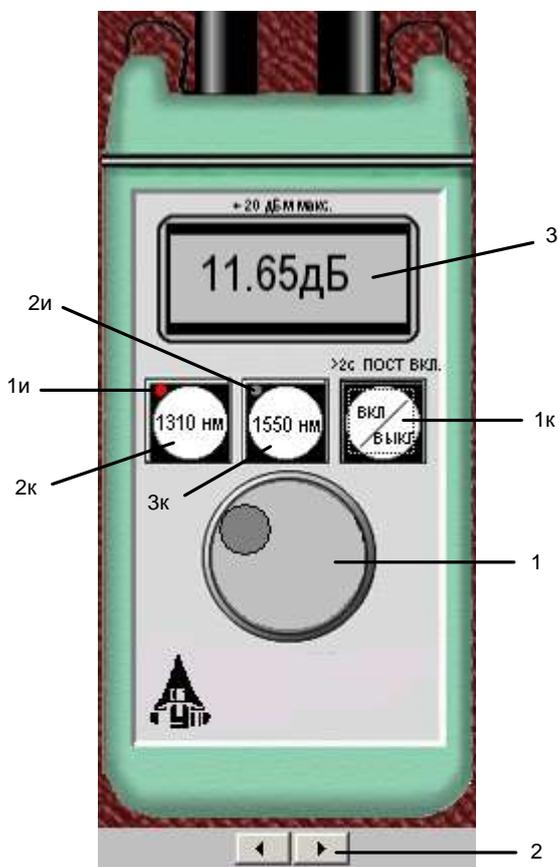

Рис. 2. Внешний вид и органы управления оптического аттенюатора
ОА (рис. 2) предназначен для внесения в волоконно-оптический тракт на данной длине волны известного регулируемого затухания от  $a = 3$  до 60 дБ с разрешающей способностью  $\Delta a = 0.05$  дБ. Воспроизводимость установленной величины затухания  $\pm 0.1$  дБ. Максимальный входной уровень ОА при котором сохраняются параметры ОА составляет +20 дБм (100 мВт). Затухание устанавливается с помощью вращающейся рукоятки (1), которая позволяет изменять затухания в указанных пределах за 20 оборотов. Рукоятку можно поворачивать непосредственно с помощью «мыши» или с помощью нажатия «мышью» двух клавиш (2), расположенных на экране дисплея ниже ОА. Величина установленного затухания отображается на буквенно-цифровом жидкокристаллическом индикаторе (ЖКИ) (3). При выключении питания установленная величина затухания сохраняется, а при вращении рукоятки при выключенном питании величина затухания изменяется, но ее величина измерителю без включения питания не известна.